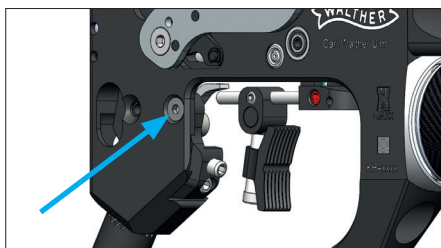

Fig. 8
2. Montez la vis de blocage 1 à travers le boîtier sans la visser complètement dans un premier temps, car la détente doit encore être positionnée (fig. 8).